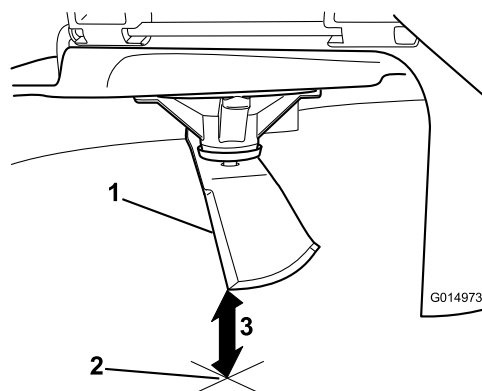

**Figure 92**
3. Mesurez la distance entre la lame et la surface (A)
4. Tournez la même lame de 180 degrés pour amener l'autre tranchant à la même position (Figure 92).